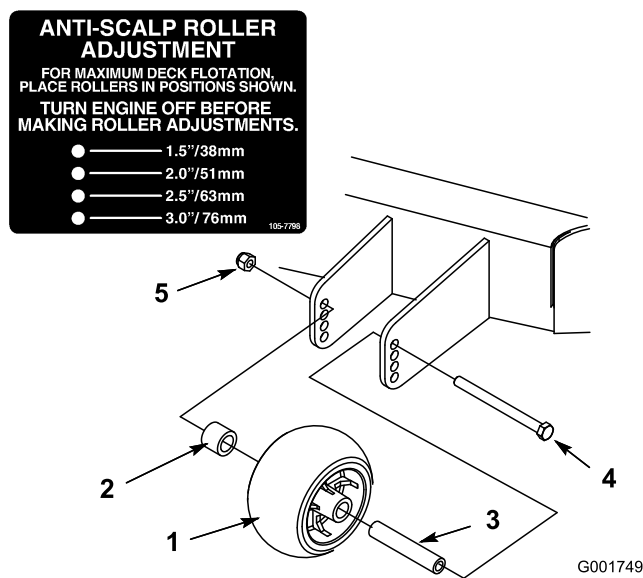

Figura 19
- Después de ajustar la altura de corte, retire la tuerca con arandela prensada, el casquillo, el espaciador y el perno (Figura 19).
- Seleccione el taladro que hará que el rodillo exterior esté lo más próximo posible a la altura de corte deseada (Figura 19).
- Instale el rodillo exterior, el casquillo, el espaciador, el perno y la tuerca (Figura 19).